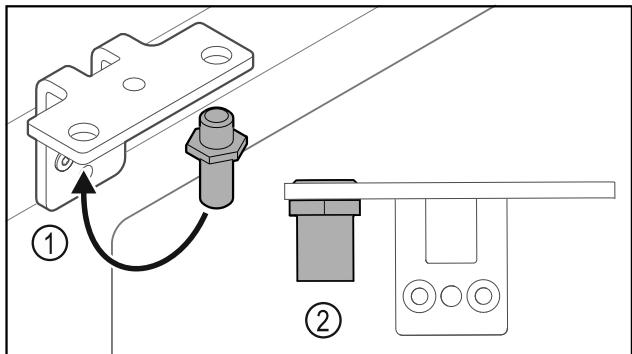

Fig. 30
- Premiestnite čap Fig. 30 (1) v uholníku závesu.
- Utiahnite čap Fig. 30 (2) **utahovacím momentom 12 Nm**.